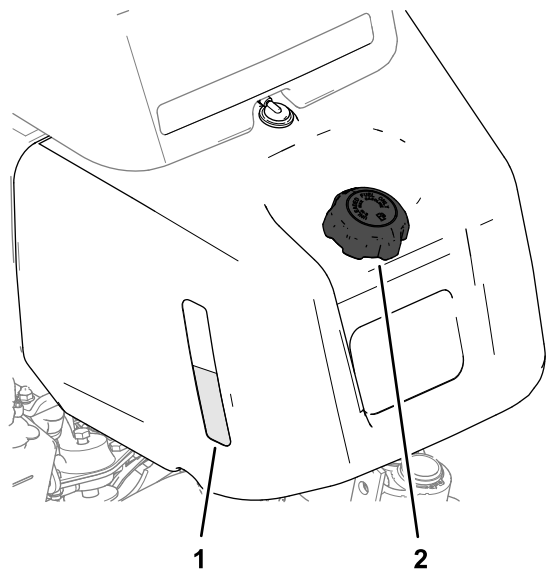
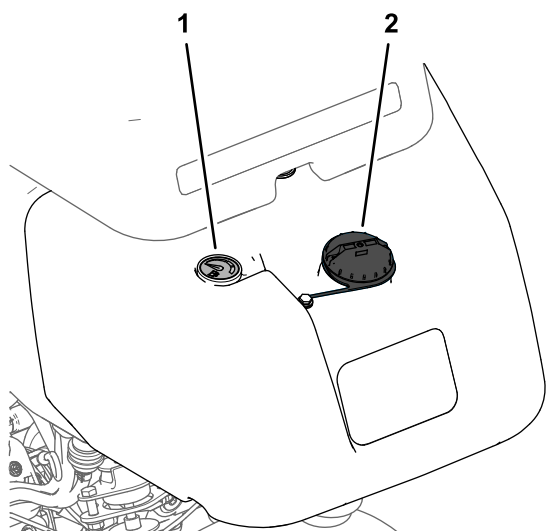

Bild 21
Bild 22
1. Reinigen Sie den Bereich um den Tankdeckel und nehmen Sie den Deckel ab (Bild 21 oder Bild 22).